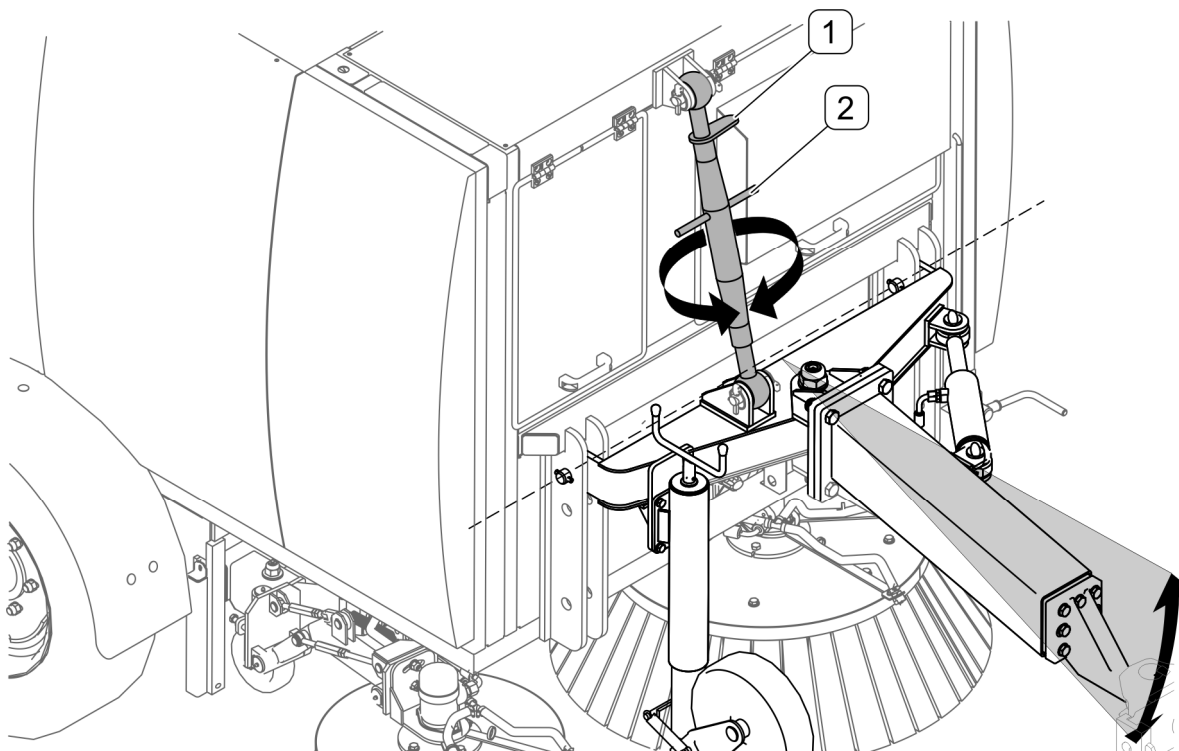

РИСУНОК 4.2 Регулювання зчіпки підмітально-прибиральної машини
Для оптимальної експлуатації необхідно встановити корпус підмітально-прибиральної машини горизонтально (РИСУНОК 4.2), послабивши контргайку (1) і повернувши важіль з'єднання (2). Відрегулювавши з'єднання, затягнути контргайку (1).